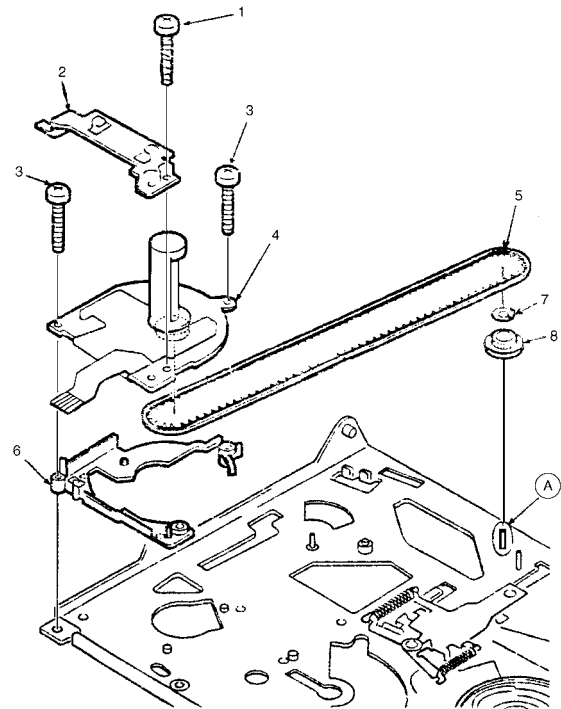

Рис. 8. Демонтаж ведущего двигателя
Этап 7 – демонтаж ведущего двигателя производят после выполнения этапов 1...3, ориентируясь на рисунок 8. Вывинчивают винт крепления (1) и отсоединяют держатель гибкого шлейфа (2), затем вывинчивают два винта крепления (3) и снимают ведущий двигатель (4), пассив (5), прокладку двигателя (6), разрезную фиксирующую шайбу (7) и промежуточную шестерню (8). Перед установкой двигателя необходимо нанести смазку на ось промежуточной шестерни А, после установки необходимо произвести регулировку наклона двигателя винтом азимутальной регулировки как показано на рисунке 9.